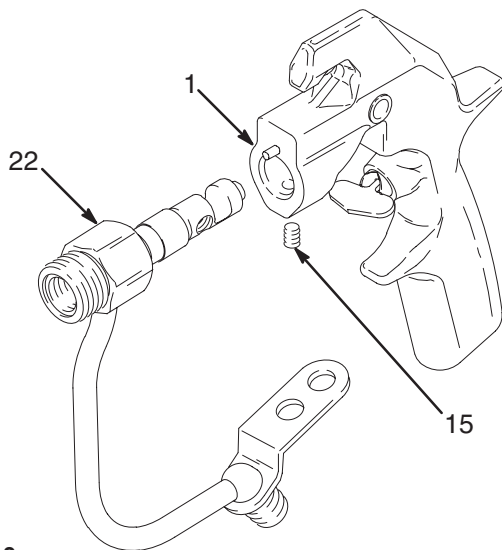

Abb. 10
- Die Einstellschraube (15) lockern. Das Materialgehäuse (22) vom Pistolenkörper (1) abziehen. Siehe Abb. 10.